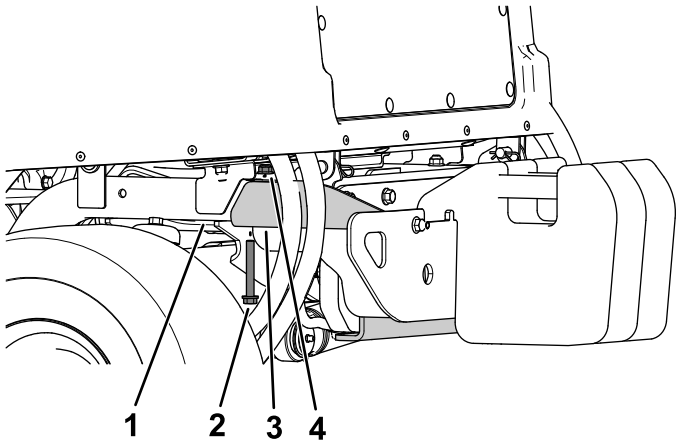

Bild 21
1. Entfernen Sie die Bundkopfschraube ($\frac{3}{8}$ " x $2\frac{3}{4}$ ") und die Bundmutter ($\frac{3}{8}$ "), mit der die Stoßstange auf jeder Seite am hinteren Rohrrahmen befestigt ist (**Bild 21**).